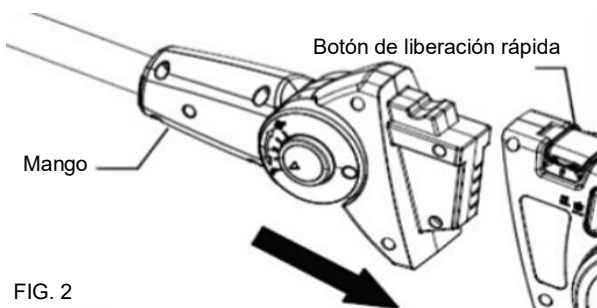

FIG. 2
2. Introduzca el tubo telescópico en el cabezal de corte de la motosierra. Presione el botón de liberación rápida. Compruebe que el botón de liberación encaje con firmeza para asegurar correctamente las piezas. (Fig. 2)